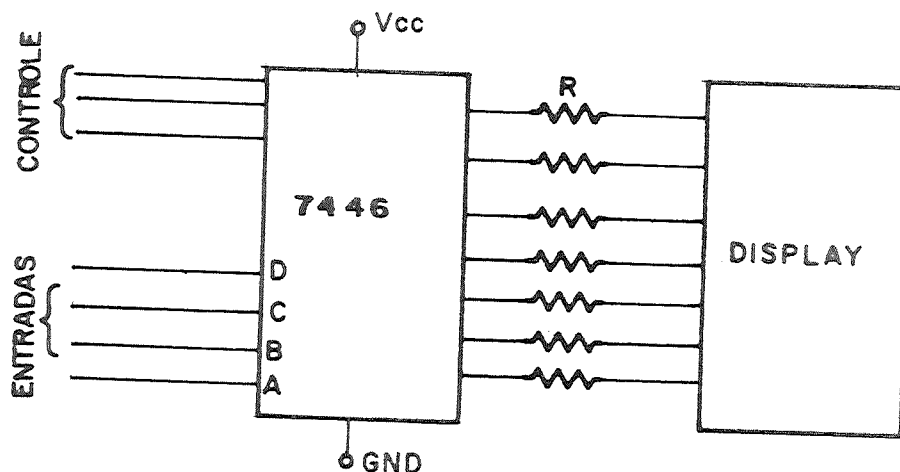

Figura 5.1
- a) Monte o esquema da figura 5.1. completando com o nome dos sinais de controle do SN 7446, a pinagem, o tipo do display e o valor do resistor.